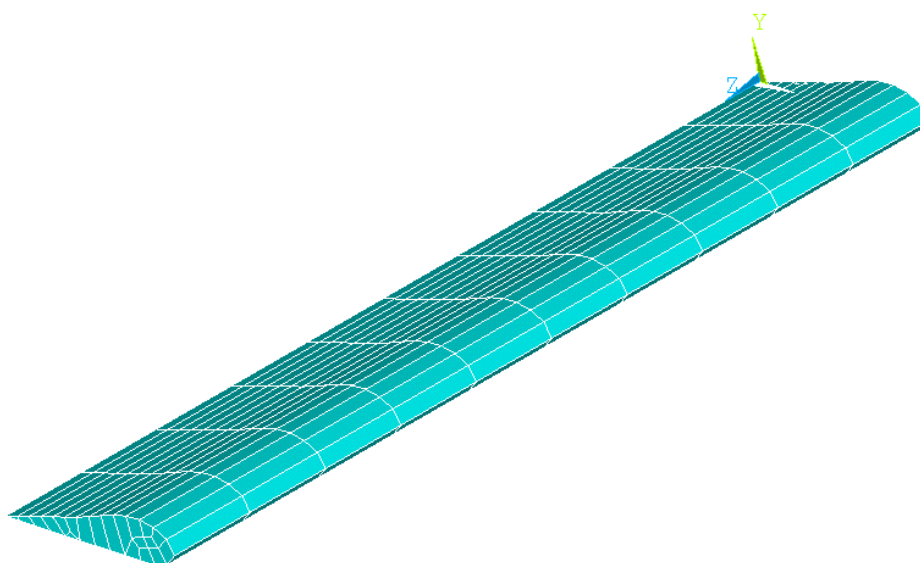

Рис. 9.6. Конечно-элементная модель крыла планера
2. **PrPr** → **Operate** → **Extrude** → **Areas** → **By XYZ Offset** → **DZ=10**. В результате должна получиться следующая сетка (рис. 9.6.)